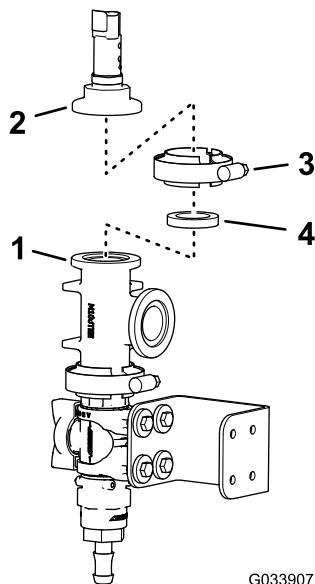

Figure 30
6. Alignez la bride du transducteur de pression et la bride du raccord en T, comme montré à la Figure 30.
7. Montez le transducteur de pression sur le raccord en T à l'aide du collier à bride et serrez le collier à la main (Figure 30).